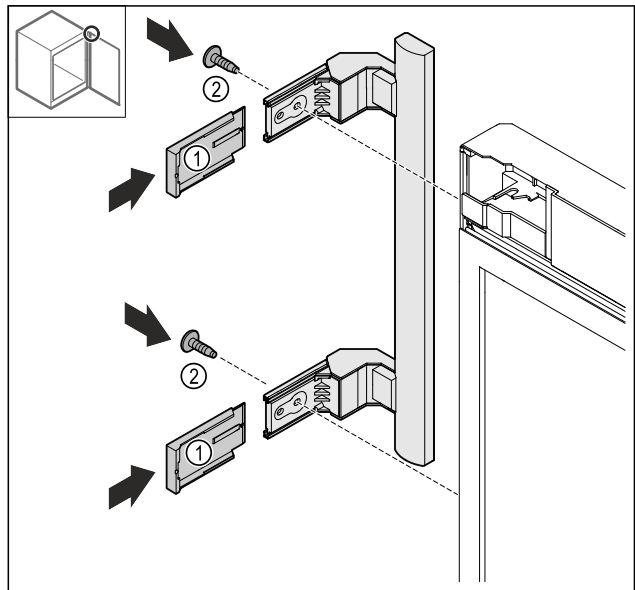

Fig. 26
- Tolja fel a fedelet Fig. 26 (1).